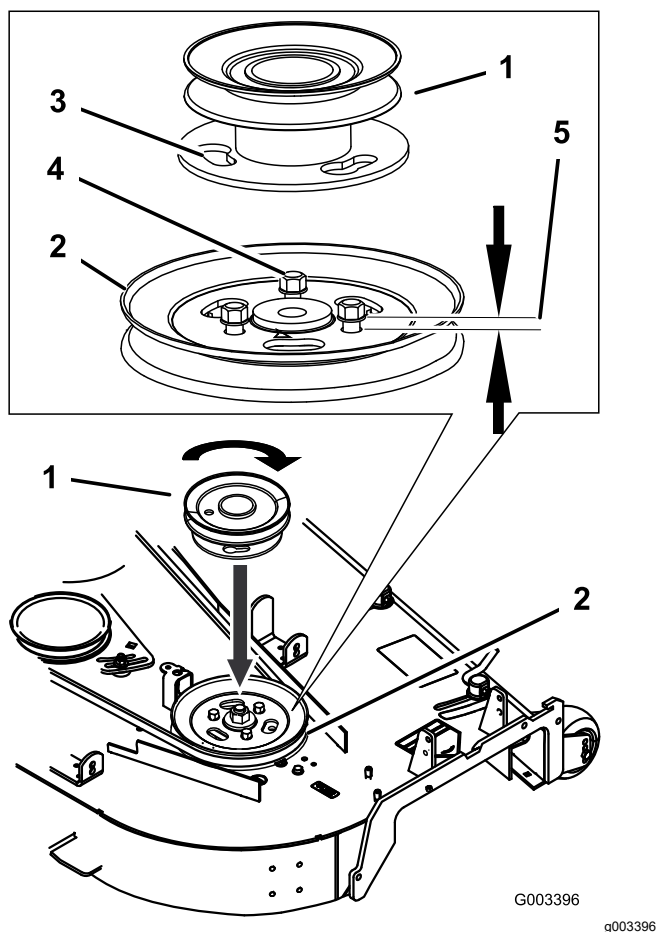

Figure 11
1. Desserrez, mais ne retirez pas, les boulons autotaraudeurs sur la poulie existante du plateau de coupe (Figure 11).
2. Placez la poulie de rechange de telle sorte que les ouvertures s'engagent sur la tête des boulons (Figure 11).
3. Tournez la poulie pour la bloquer en position (Figure 11).